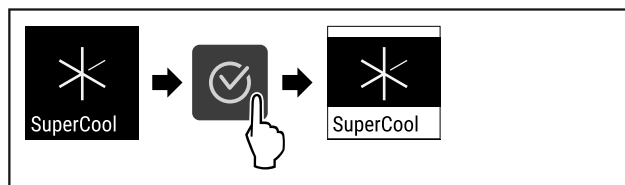

Fig. 90
- Suorita toimenpidevaiheet (katso Fig. 90).